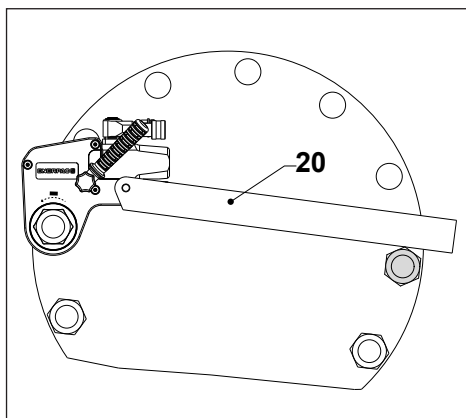
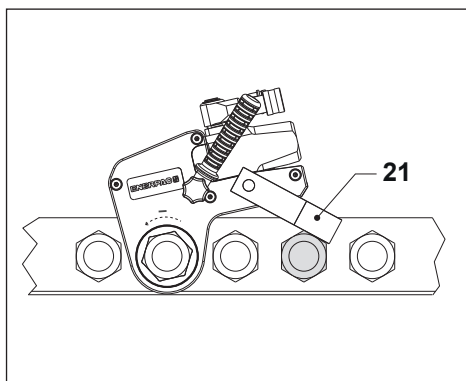

Рис. 13
Рис. 14
4.3.4 Использование удлиненного опорного рычага (рис. 13)
- Расположите удлиненный опорный рычаг WTE (20) у подходящей опорной точки. Опорная точка будет уравнивать силу, возникающую при работе инструмента.
4.3.5 Использование опорной лапы (рис. 14)
- Расположите опорную лапу серии WRP (21) у подходящей опорной точки. Опорная точка будет уравнивать силу, возникающую при работе инструмента.
Компоненты шарнирного соединителя изображены на рис. 14 и 17.